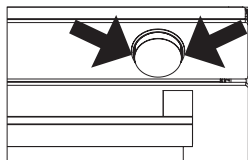
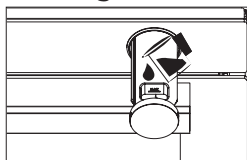
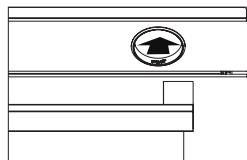

Figure 17
Figure 18
Figure 20
1. Retirez le réservoir d'eau en le tirant aux endroits indiqués par la flèche. Remplissez le réservoir d'eau (Voir figure 17) et faites-le glisser dans le sens de la flèche jusqu'à la position de départ pour le mettre en place (Voir figure 18,19. Après 10 minutes de préchauffage, faites glisser le réservoir d'eau dans le sens de la flèche jusqu'à ce que vous entendiez un «clac» (Voir figure 20).